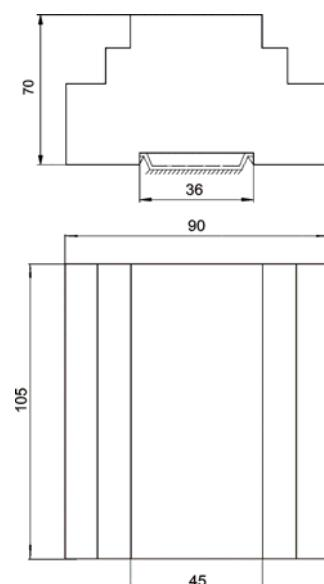

Рис. 1 Габаритные и установочные размеры БУАВР
3.40.Габаритные и установочные размеры БУАВР приведены на рис. 1.
- 4.4. Габаритные и установочные размеры БУАВР приведены на рис. 1.